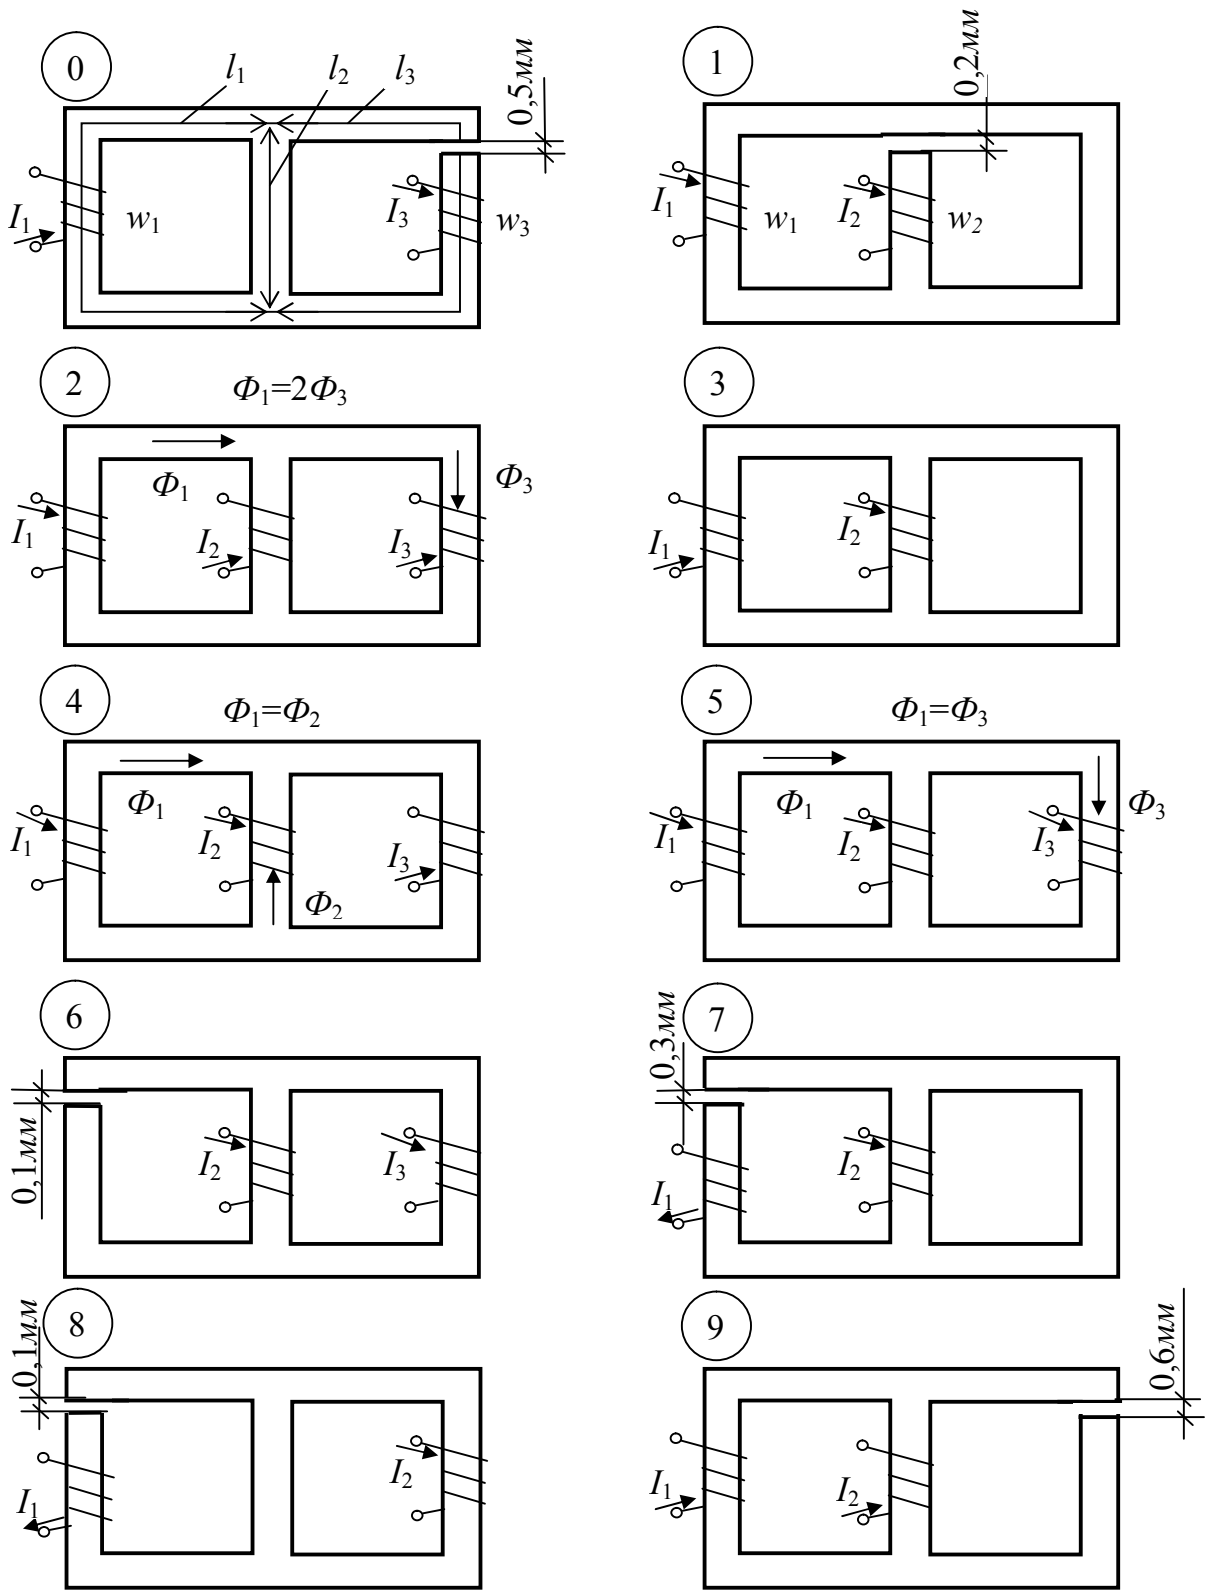

Рис. 12
**ЗАДАЧА 16.** Требуется рассчитать магнитные потоки  $\Phi_i$ , индукции  $B_i$  и напряженности  $H_i$  магнитного поля каждого участка разветвленной магнитной цепи постоянного тока, приведенной на рис. 12. В табл. 18 приведены численные значения, характеризующие магнитную цепь и намагничивающие силы:  $l_i$ - длина средней линии участка магнитопровода,  $S_i$ - сечение магнитопровода,  $I_i W_i$ -ампервитки катушек.